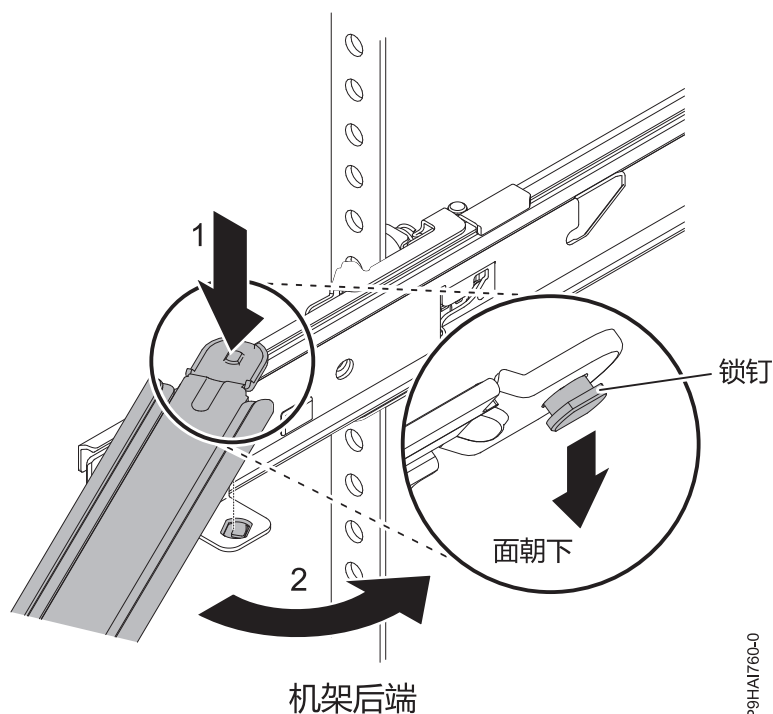

图 10. 支持臂连接
8. 电缆管理臂可以安装在服务器的任何一侧。图 10 显示在左侧安装电缆管理臂时的情况。安装电缆管理臂时，最好让它悬挂与电源相反的一侧，以方便接触电源。要在右侧安装电缆管理臂，请遵循指示信息并在对侧上安装硬件。将锁钉放下 (1) 到滑轨后部上的水平插槽中。然后将棒的另一端朝机架 (2) 的方向旋转。